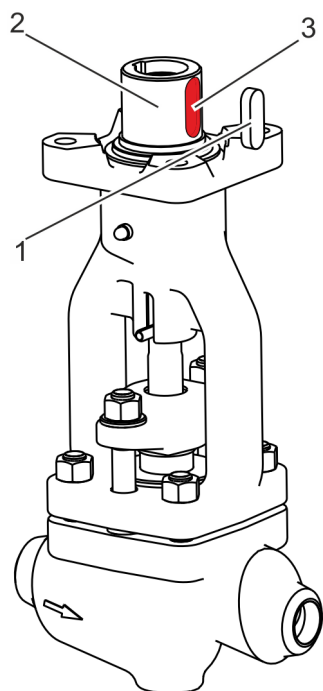

Fig. 37: Colocar la llave
6. → Coloque la llave (Fig. 37/1) en el chavetero (Fig. 37/3) situado en el collar (Fig. 37/2).